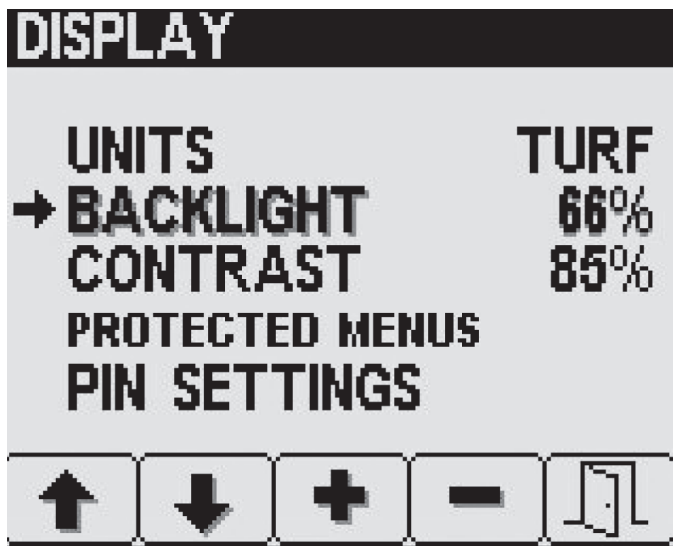

Figure 28
2. Dans l'écran Affichage, appuyez sur le bouton 2 pour naviguer jusqu'à l'option Rétroéclairage ou Contraste (Figure 28).
3. Appuyez sur le bouton 3 (augmenter) ou 4 (diminuer) pour régler le degré de rétroéclairage ou de contraste de l'affichage à LED (Figure 28).